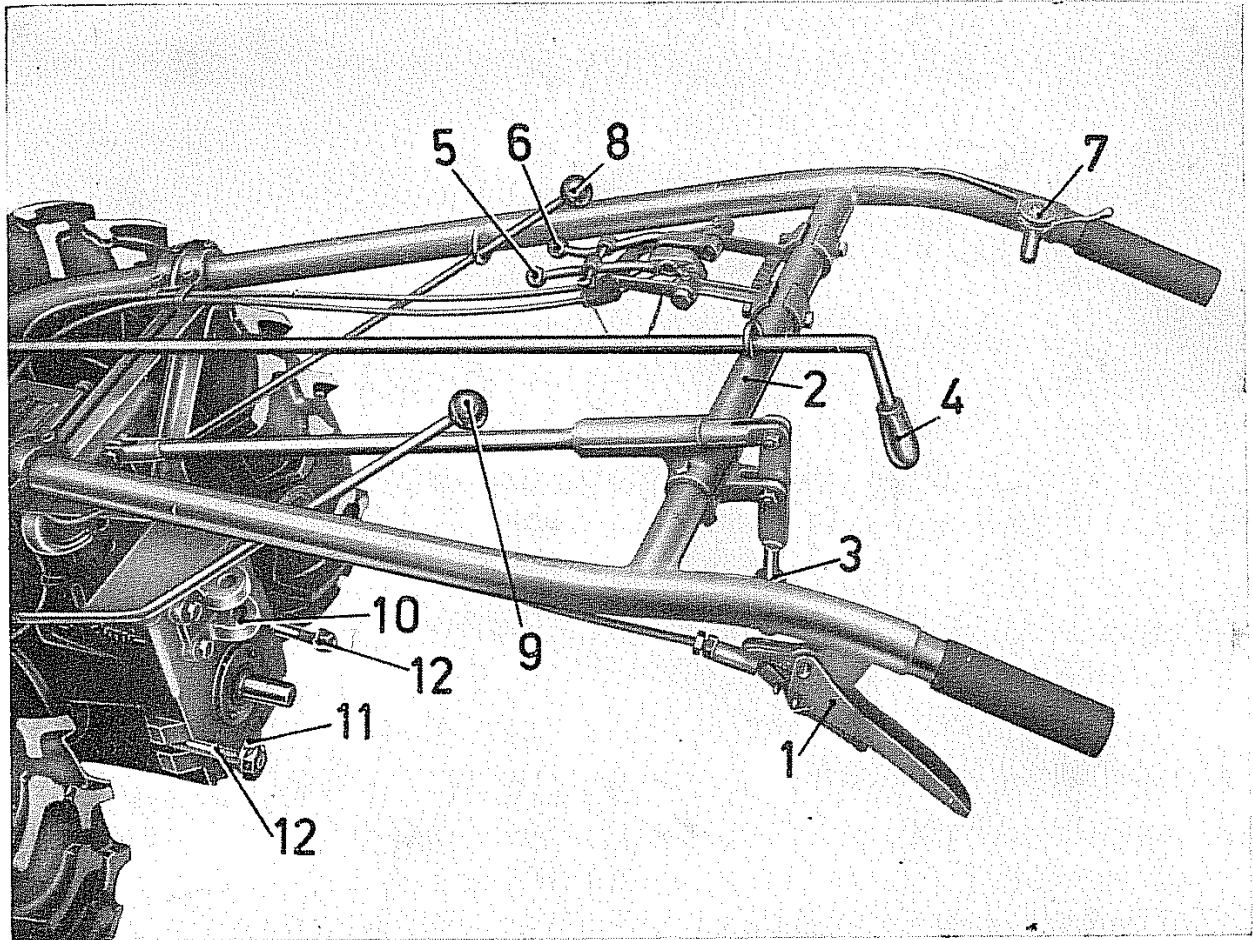

Fig. 1 - Leve di comando
L'innesto delle velocità della presa di forza e conseguentemente di tutti gli attrezzi azionati (quali la fresa, fresa per bietole, pompa da irrorazione, pompa centrifuga, ecc.), si effettua azionando la leva (8) fig. 1 e secondo lo schema indicato nella targhetta posta sulla stegola destra.